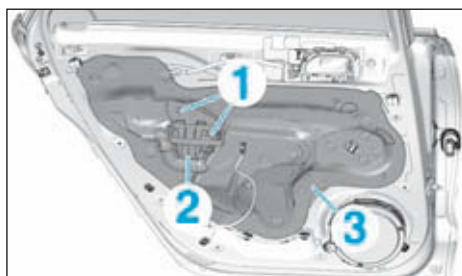

FIG.76
- Percer les rivets (1) (Fig.76).
- Déposer le support (2).
- Décoller le film de protection de porte (3).